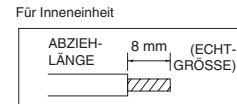

Abb. 3-53
- (1) Das Ende des Kabels mit einem Seitenschneider abtrennen, dann die Isolierung abziehen, um ungefähr 8 mm der Litze freizulegen. Siehe Schild (Abb. 3-53) neben der Klemmenplatte.